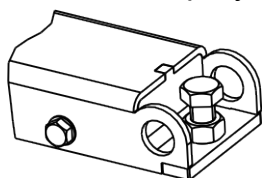

Рисунок 4.2
4.2.2 Установить станок на ровное жесткое основание, допустимое отклонение основания от горизонтали – 0,5° (8 мм на 1 метр), так, чтобы все опоры станка касались основания. Это обеспечивается при помощи 2-х регулируемых опор (рисунок 4.2).